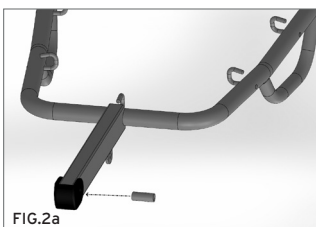

FIG.2a
3. Inserire la boccia all'interno del foro del braccio previsto per l'inserimento nello snodo della colonna (Fig.2a)